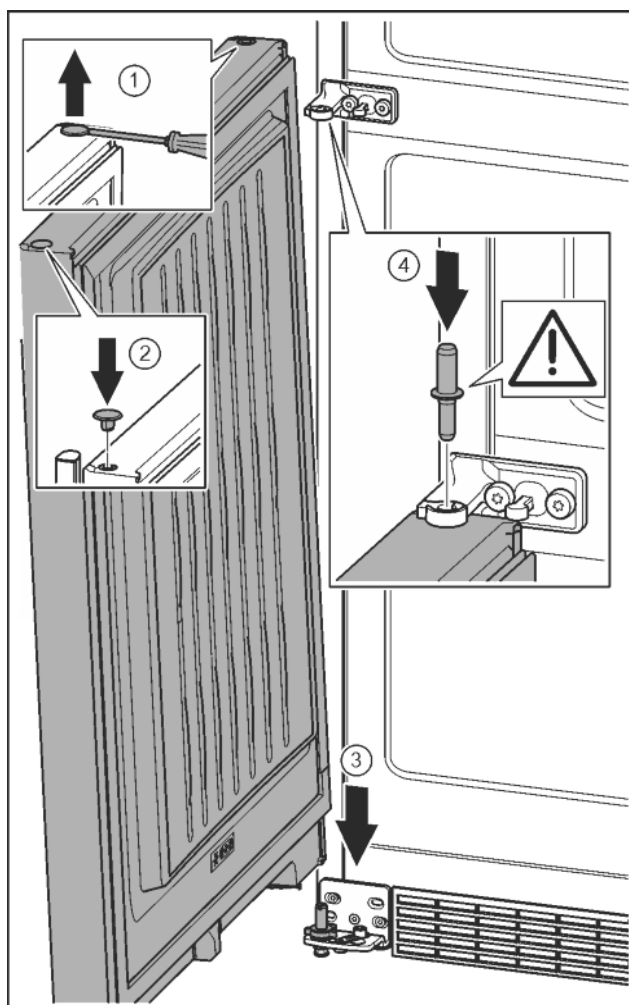

Fig. 22
- ▶ Zátku opatrně nadzvedněte plochým šroubovákem a vytáhněte. Fig. 22 (1)
- ▶ Zátku opět vložte na druhé straně dveří. Fig. 22 (2)
- ▶ Dveře nasadte shora na dolní ložiskový čep. Fig. 22 (3)
- ▶ Prostřední ložiskový čep vložte do dolních dveří přes prostřední stojan ložiska. Přitom dávejte pozor, aby zajišťovací vačka směřovala dozadu. Fig. 22 (4)